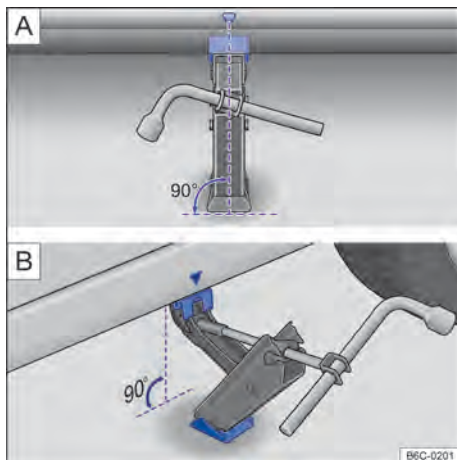

Fig. 160 Pontos de apoio do macaco e macaco posicionado no lado esquerdo traseiro do veículo.
10. Garantir que a base do macaco, com toda sua superfície, esteja sobre o chão e que a base se encontre perpendicularmente abaixo do ponto de colocação → Fig. 160 [A] e [B].
11. Alinhar o macaco e, simultaneamente, levantar a garra do macaco até ela se encaixar na travessa abaixo do veículo → Fig. 160 [A] e [B].
- Posicionar o macaco somente nos pontos indicados. A garra do macaco deve se encaixar no perfil da longarina de forma segura → Fig. 160 [A] e [B].